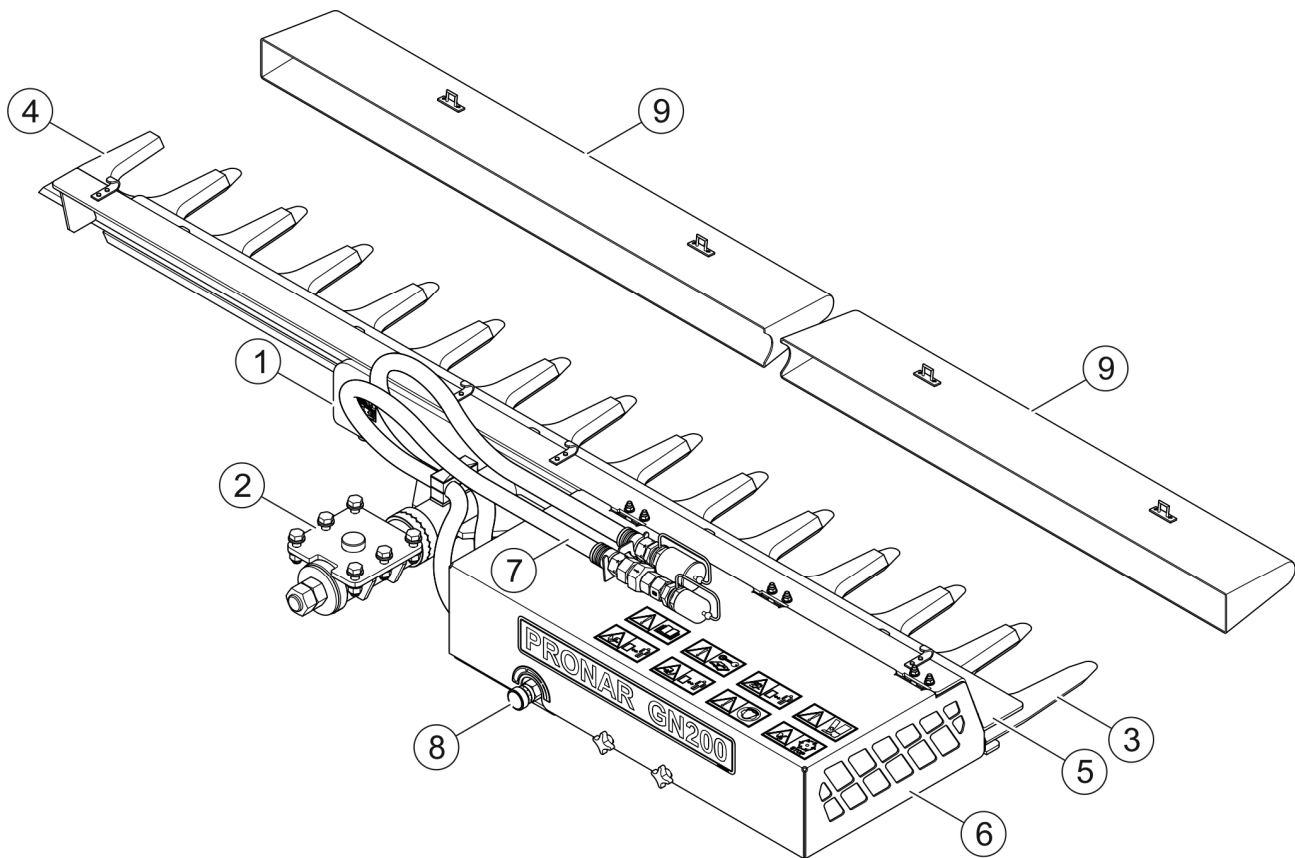

BILD 3.2 Allgemeiner Aufbau.
(1)- Befestigungskörper; (2)- Anschluss; (3)- unterer Schneidblatt; (4)- oberer Schneidblatt; (5)- Frontabdeckung; (6)- Abdeckung des Hydraulikantriebs; (7)- Hydraulikschläuche; (8)- Drehknopf des Hydrauliköl-Durchflussreglers; (9)- Transportschutz des Schneidmessersatzes.
Der Scherenkopf setzt sich zusammen aus dem Befestigungskörper (1) (BILD 3.2) an den ein starres unteres Schneidblatt (3) sowie der Anschluss (2), der die Montage des Scherenkopfs an den Arm des Multifunktions-Auslegers ermöglicht, befestigt sind.